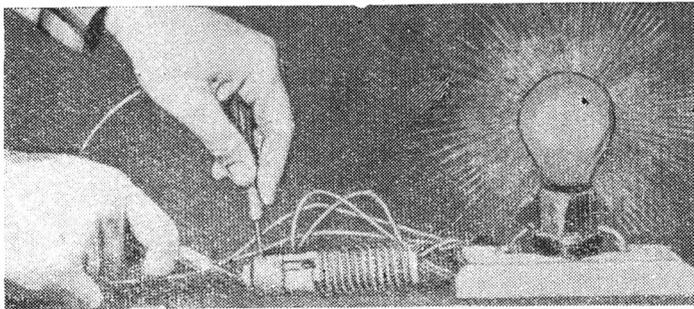

Рис. V.92. При помощи испытательного прибора для обнаружения обрывов можно найти короткое замыкание или обрыв.
**Проверка электронагревательного элемента.** Приложите испытательные концы к двум зажимам нагревательного элемента (рис. V.92). Если лампа не загорится, это укажет на обрыв в нагревательном элементе. Перегоревшие нагревательные элементы большинства электроприборов перемотать затруднительно. Поэтому такой элемент нужно удалить и вместо него вставить новый.